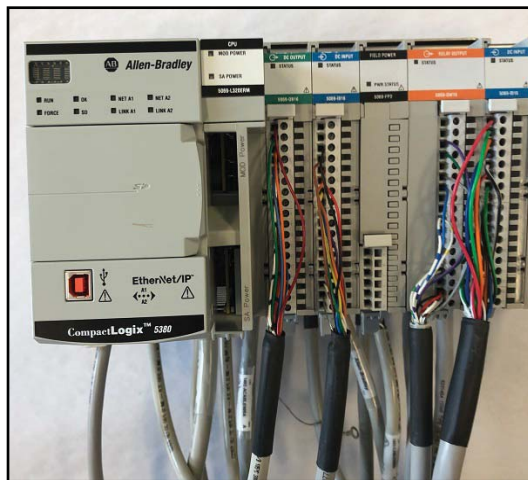

Рис. 9b
b) Повторите шаг a, чтобы подключить все остальные клеммные колодки переходных модулей. (см. рис. 9b) Сверяйтесь с наклейками, закрепленными на переходных модулях на шаге 2d. Очень важно правильно подключить все переходные модули к платам ввода/вывода 5069, так напряжение на них может отличаться.